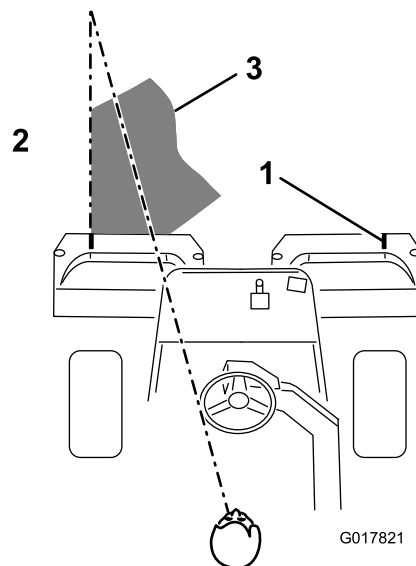

Figure 39
3. Minimisez le chevauchement de la passe précédente lors de la passe de retour. Pour vous aider à traverser le green en ligne droite et à maintenir la machine à égale distance du bord de la passe précédente, établissez une ligne de vision imaginaire à environ 1,8 à 3 m en avant de la machine jusqu'au bord de la partie non coupée du green (Figure 39). Certaines personnes trouvent utile de faire passer la ligne de vision par le bord extérieur du volant, c.-à-d. de maintenir le bord du volant aligné avec un point se trouvant toujours à la même distance par rapport à l'avant de la machine (Figure 39).